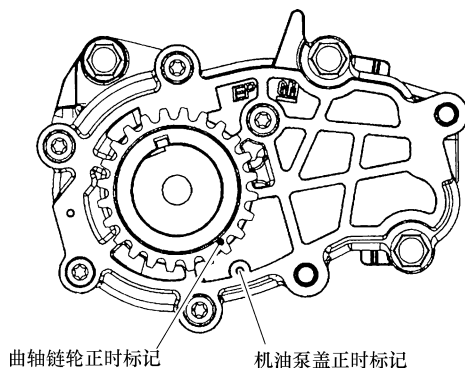

图 20-26 曲轴链轮正时标记对准机油盖正时标记
- 2) 使曲轴链轮正时标记对准机油盖正时标记, 如图 20-26 所示。